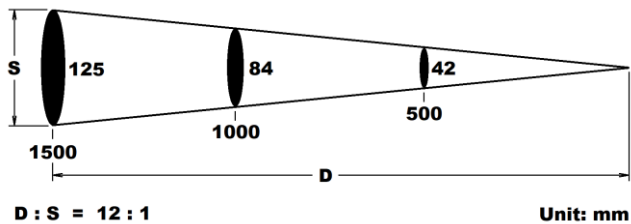

Fig. 3
Optische Auflösung	12 : 1 (siehe Fig. 3)
- Wenn der Abstand zwischen Messgerät und Messobjekt zunimmt, wird auch die gemessene Fläche entsprechend größer. Das Verhältnis zwischen Abstand und Messfläche sehen Sie in der Graphik Fig. 3.